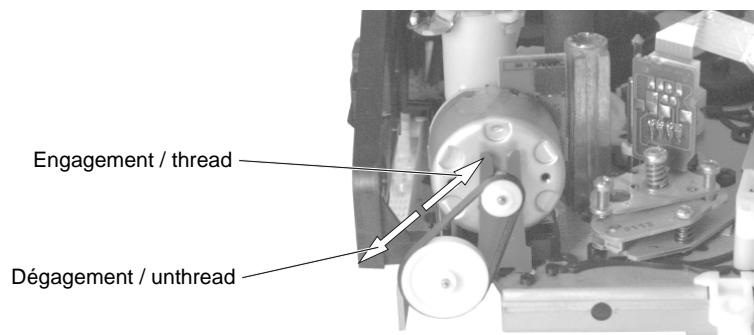
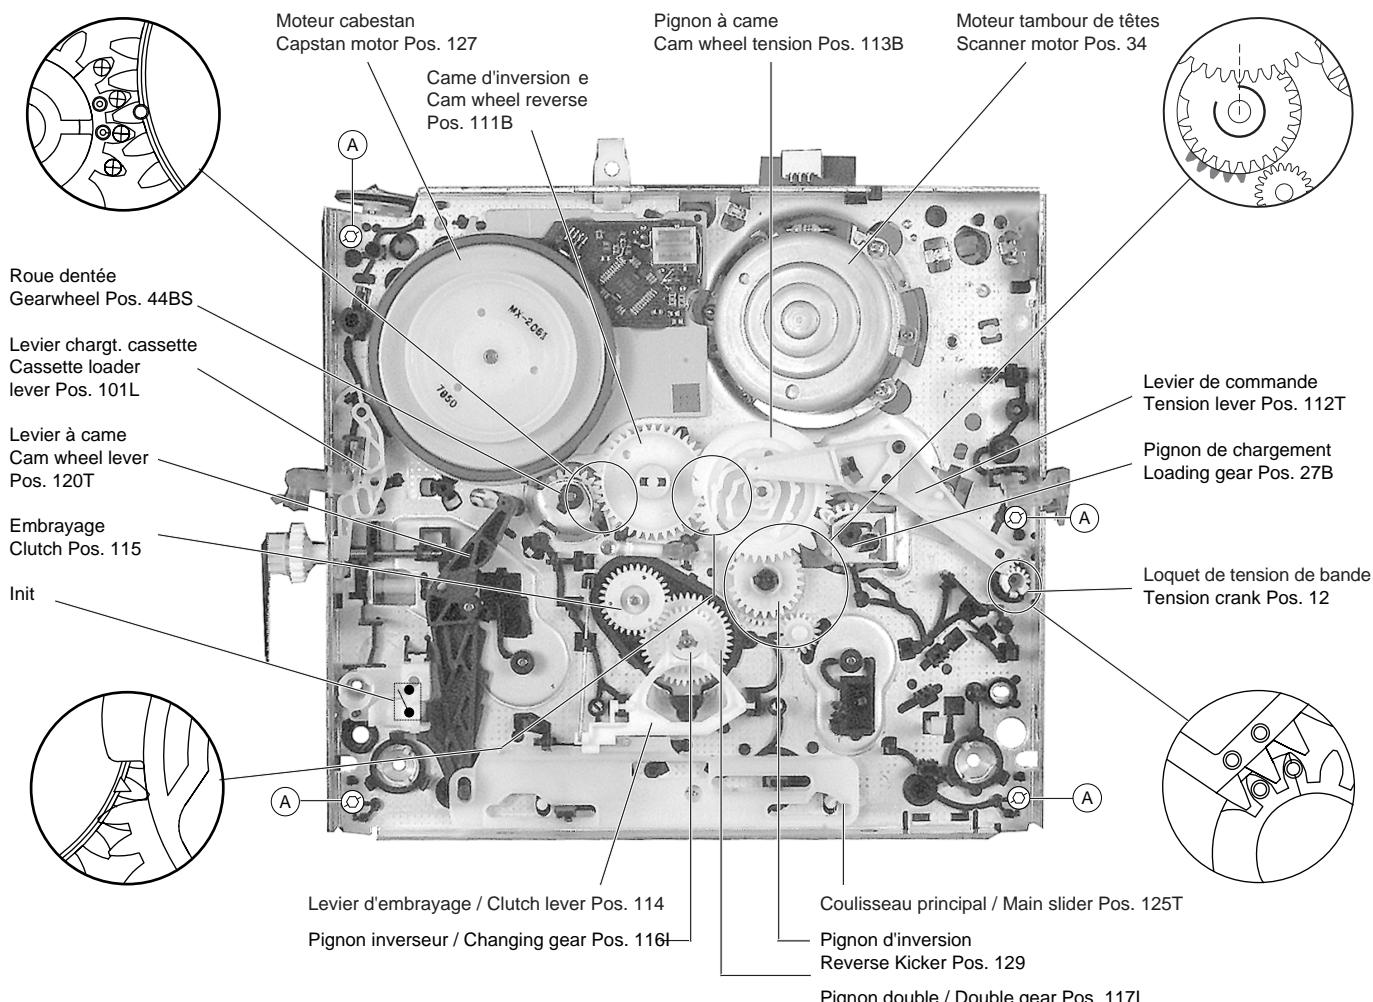
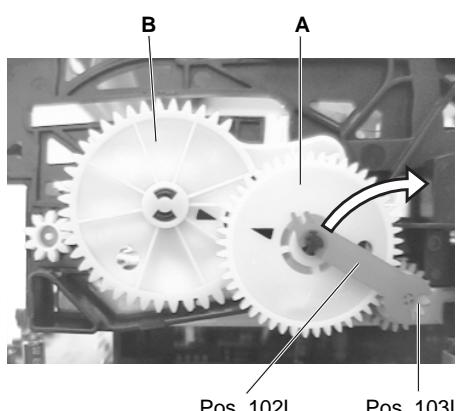

Fig. 3
Fig. 5
Fig. 6
- Tourner le moteur de chargement dans le sens contraire des aiguilles d'une montre (Fig. 3), jusqu'à la position basse du logement de cassette.
Si en appuyant sur la touche "Eject" la mécanique ne dégage pas la bande et n'éjecte pas la cassette, il est possible d'effectuer manuellement l'opération. Il suffit de tourner l'axe du moteur de chargement (Fig. 3). Pour éviter que la bande ne forme des boucles, actionner simultanément le moteur cabestan (Pos. 127, Fig. 5) dans le sens inverse des aiguilles d'une montre jusqu'à ce que la cassette soit entièrement rembobinée.
- Turn the threading motor (Fig. 3) until the cassette compartment is down.
If the tape deck does not unthread and eject the cassette by pressing the Eject button this function can also be effected manually by turning the driving gear at the threading motor (Fig 3). To avoid slackening of the tape, turn the capstan motor (counterclockwise, Pos. 127, Fig. 5) and the driving gear alternately until the tape is completely wound up in the cassette.
Ci-après sont représentées en détail les pièces marquées et positionnées pour le montage des parties supérieures et inférieures (Fig. 4, Fig. 5).
The following diagrams show in detail the marked components and their correctly aligned position on the top and bottom side (Fig. 4, Fig. 5).
- Tourner le moteur de chargement dans le sens "engagement de bande" (Fig. 3) jusqu'au déverrouillage du pignon (Pos. 103L, Fig. 6).
- Défaire le clip (Pos. 102L) de l'axe du pignon "A" (Fig. 6).
- Dévisser les 4 vis de fixation (A) (Fig. 5) du compartiment cassette sur la face inférieure de la mécanique.
- Turn the driving gear of the threading motor in the "threading" direction (Fig. 3) until the gearwheel (Pos. 103L, Fig. 6) disengages.
- Release the bracket (Pos. 102L) from the shaft of gearwheel "A" (Fig. 6).
- Unscrew the 4 screws (A) (Fig. 5) on the underside of the cassette compartment.
- Logement de cassette en position basse et pignon "A" (Fig. 6) engagé.
- Remarque:** Lorsque les pignons d'ascenseur de cassette (A et B, Fig. 6) sont pourvus de flèches de marquage celles-ci doivent coïncider.
- Fixer le logement de cassette avec les 4 vis inférieures (A) (Fig.5).
- Verrouiller le clip (Pos. 102L) sur l'axe du pignon "A" (Fig. 6).
- Cassette compartment down, gearwheel "A" (Fig. 6) engaged.
- Note:** For video recorders which are fitted with cassette lift gear wheels (A and B, Fig. 6) marked with arrows, the arrows must show towards each other.
- Fasten the cassette compartment with the 4 screws (A) (Fig. 5) at the bottom.
- Place the bracket (Pos. 102L) onto the shaft of gearwheel "A" and lock it in (Fig. 6).